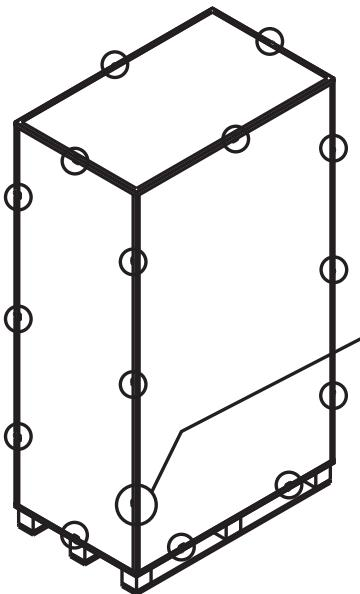
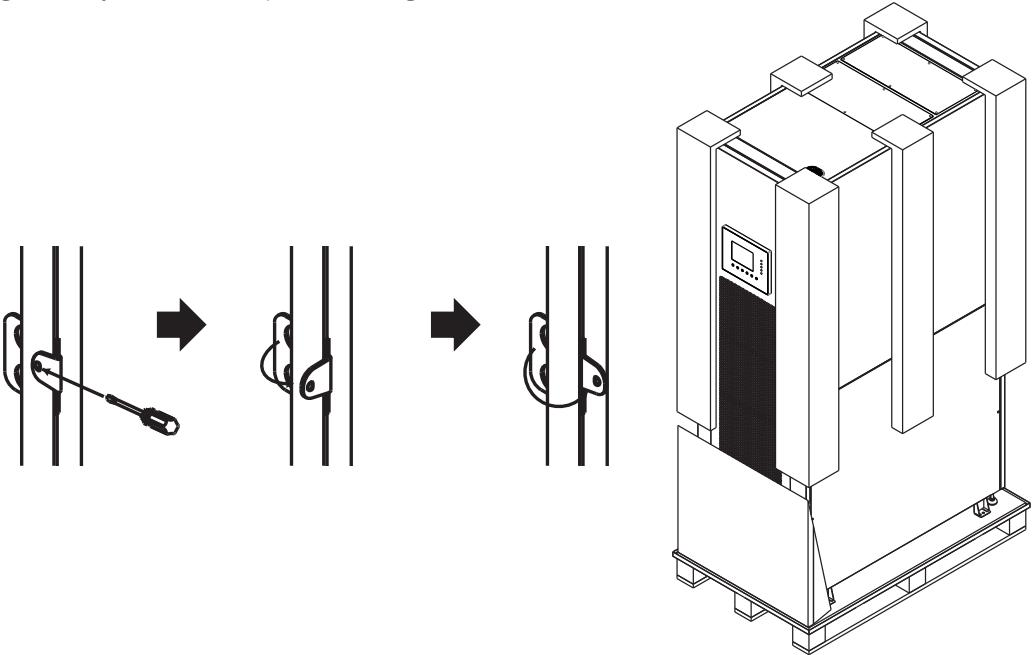

Figura 4.1
Figura 4.2
- Una vez que el sistema ha llegado al lugar de instalación, puede retirarse de la caja de empaque. Siga el procedimiento de desembalaje abajo para retirar el cartón principal (Figura 4.1) y materiales de protección (Figura 4.2).